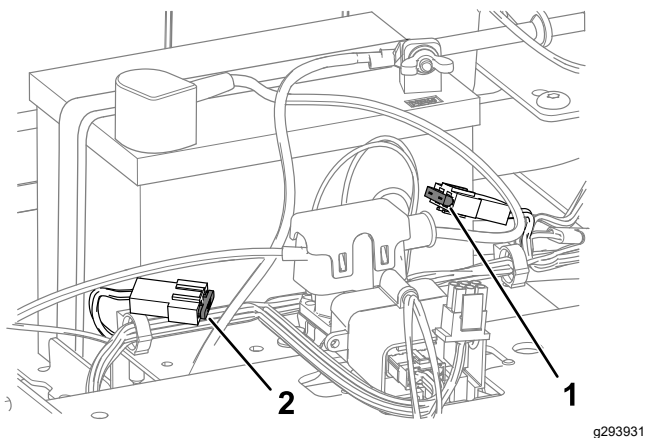

Bild 52
4. Ziehen Sie die Sicherung zum Wechseln heraus (Bild 52).